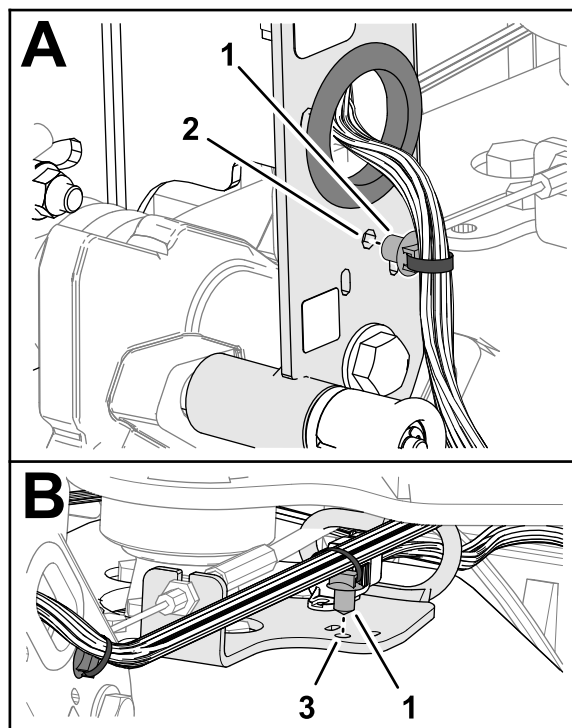

Figure 10
4. Insérez la fixation enfichable du faisceau de la machine dans le trou du profilé du timon (**Figure 10**).